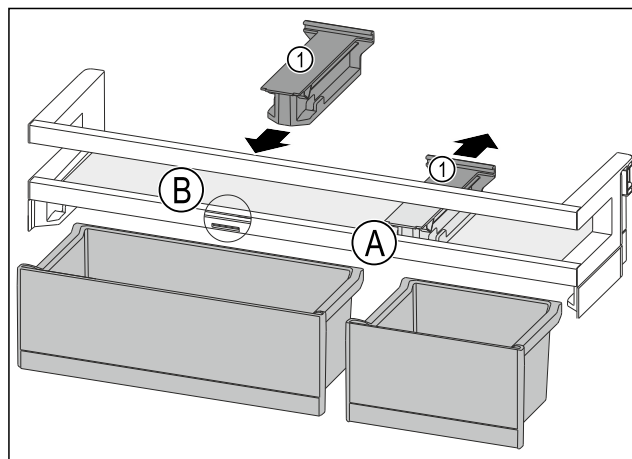

Fig. 158
- Držák Fig. 158 (1) v poloze Fig. 158 (A) stáhněte dozadu.
- Držák Fig. 158 (1) vložte v poloze Fig. 158 (B).